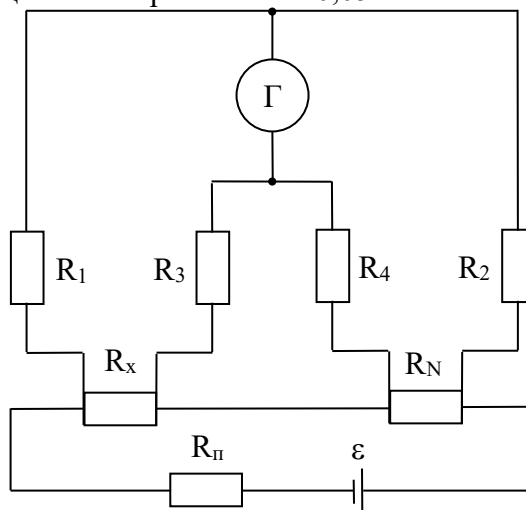

Рис. 6.
- Равновесие двойного моста постоянного тока (рис. 6) имеет место при следующих значениях сопротивлений, из которых составлен мост: $R_1 = R_3 = 200$ Ом, $R_2 = R_4 = 100$ Ом, $R_N = 0,001$ Ом. Сравнивающим устройством является магнитоэлектрический гальванометр. Определите сопротивление R_x , при котором мост уравновешен.